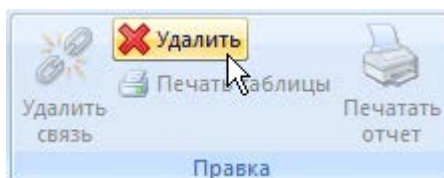

Рис. 17-3 – Кнопка «Удалить» панели «Правка»
- 3) Нажать кнопку «Удалить» панели «Правка» (рис. 17-3).